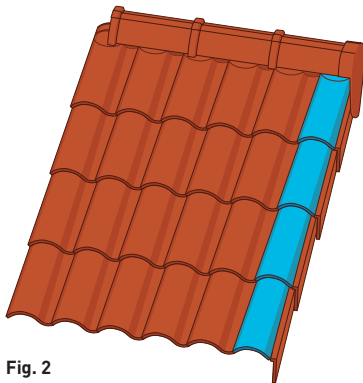

Fig. 2
4. En arrivant sur la partie droite du versant on finit par une rive droite avec une Demi-tuile (Q17) (fig.2) ou avec une Double-tuile (Q34) (fig.3).